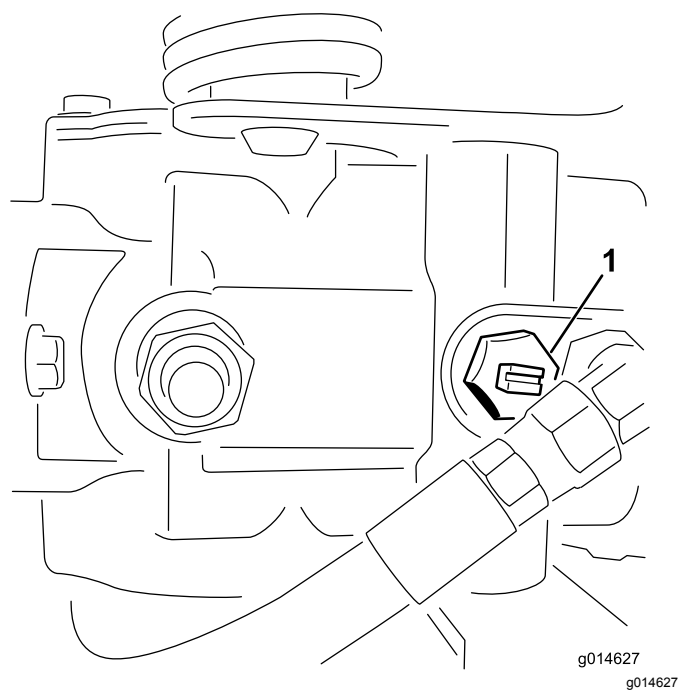

Figura 29
1. Localize a válvula de derivação na bomba e rode-a de forma a que a ranhura fique na vertical (Figura 29).
2. Antes de ligar o motor, feche a válvula de derivação rodando-a de forma a que a ranhura fique na horizontal (Figura 29).